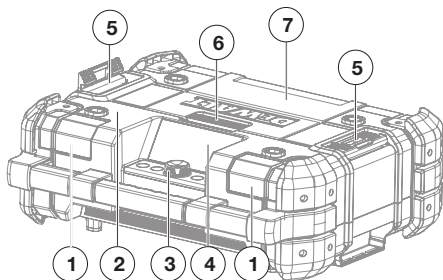
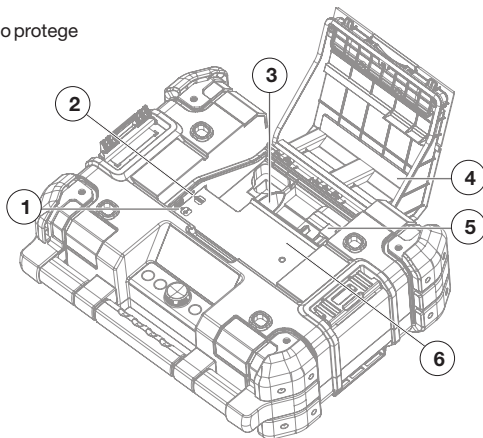

Figura 1. Vista frontal
Figura 3. Compartimento de armazenamento
1. Abra o compartimento para retirar o adaptador de alimentação CA/CC (consulte a Figura 1 e a Figura 3).